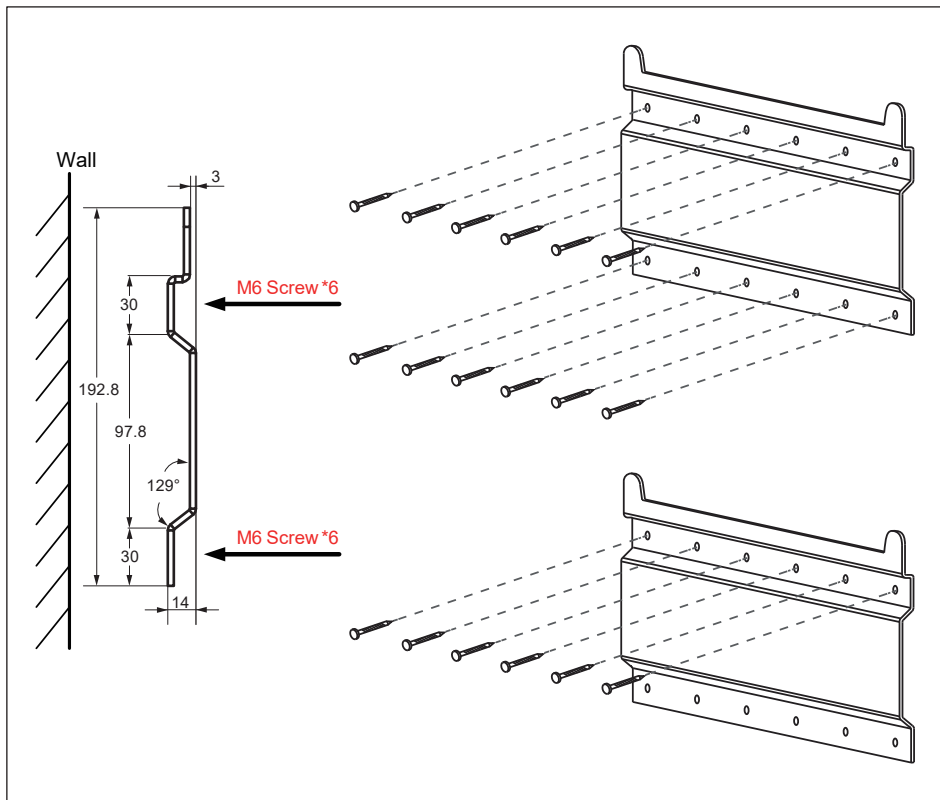

图3-3：以螺丝固定壁挂板
- 1.使用12颗M6螺丝将壁挂板锁附于墙上。请参考图3-3。